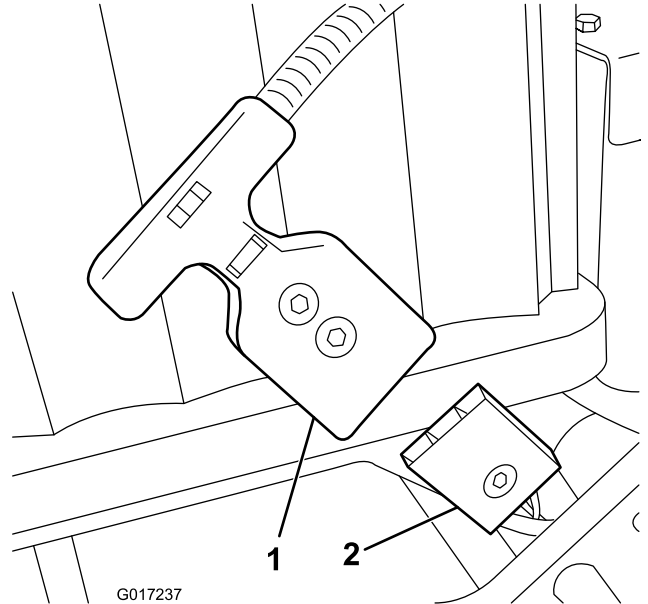

图2
5. 将电池适配器线束的 T 形手柄连接头从电池线束的 P04 接头断开（图2）。